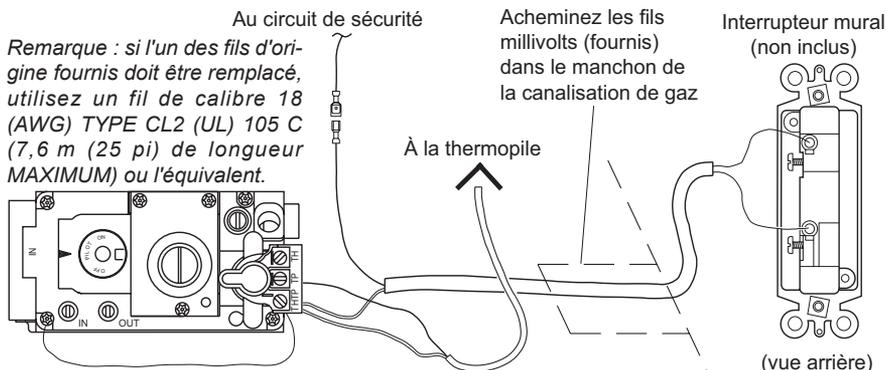

Figure 14 - Diagramme de câblage de l'interrupteur mural
2. Débranchez les fils de l'interrupteur mural des bornes TH et TH/TP sur la vanne de contrôle (voir figure 14).